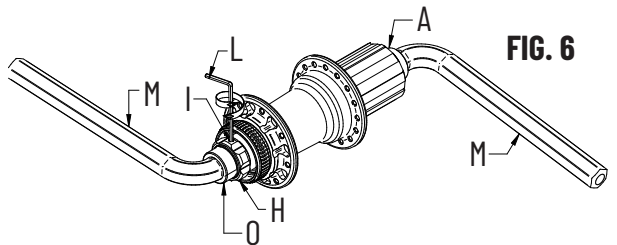

FIG. 6
Inserite una chiave a brugola da 12 (M) sul lato destro del mozzo (Fig. 6).
Bloccate lo scontro mobile (O) con chiave a brugola (M) a 15 Nm (Fig. 6).
Se necessario effettuare una registrazione del mozzo agendo sulla ghiera (H) (Fig. 6):
- Allentate il grano (I) con una chiave a brugola (L) (Fig. 6).
- Richiudete il grano (I) (Fig. 6).